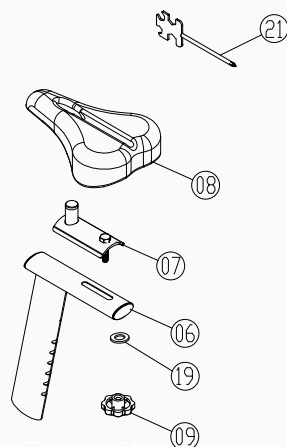

Figure 6
6. Assemblez l'ensemble du tube de réglage du siège arrière (pièce 06), l'ensemble du tube de coulissement du siège (pièce 07) et le coussin de siège (pièce 08) avec des rondelles plates (pièce 19), puis fixez tous les composants à l'aide du bouton creux en étoile (pièce 09). Le siège peut être réglé vers l'avant et vers l'arrière ; reportez-vous à la Figure 6.